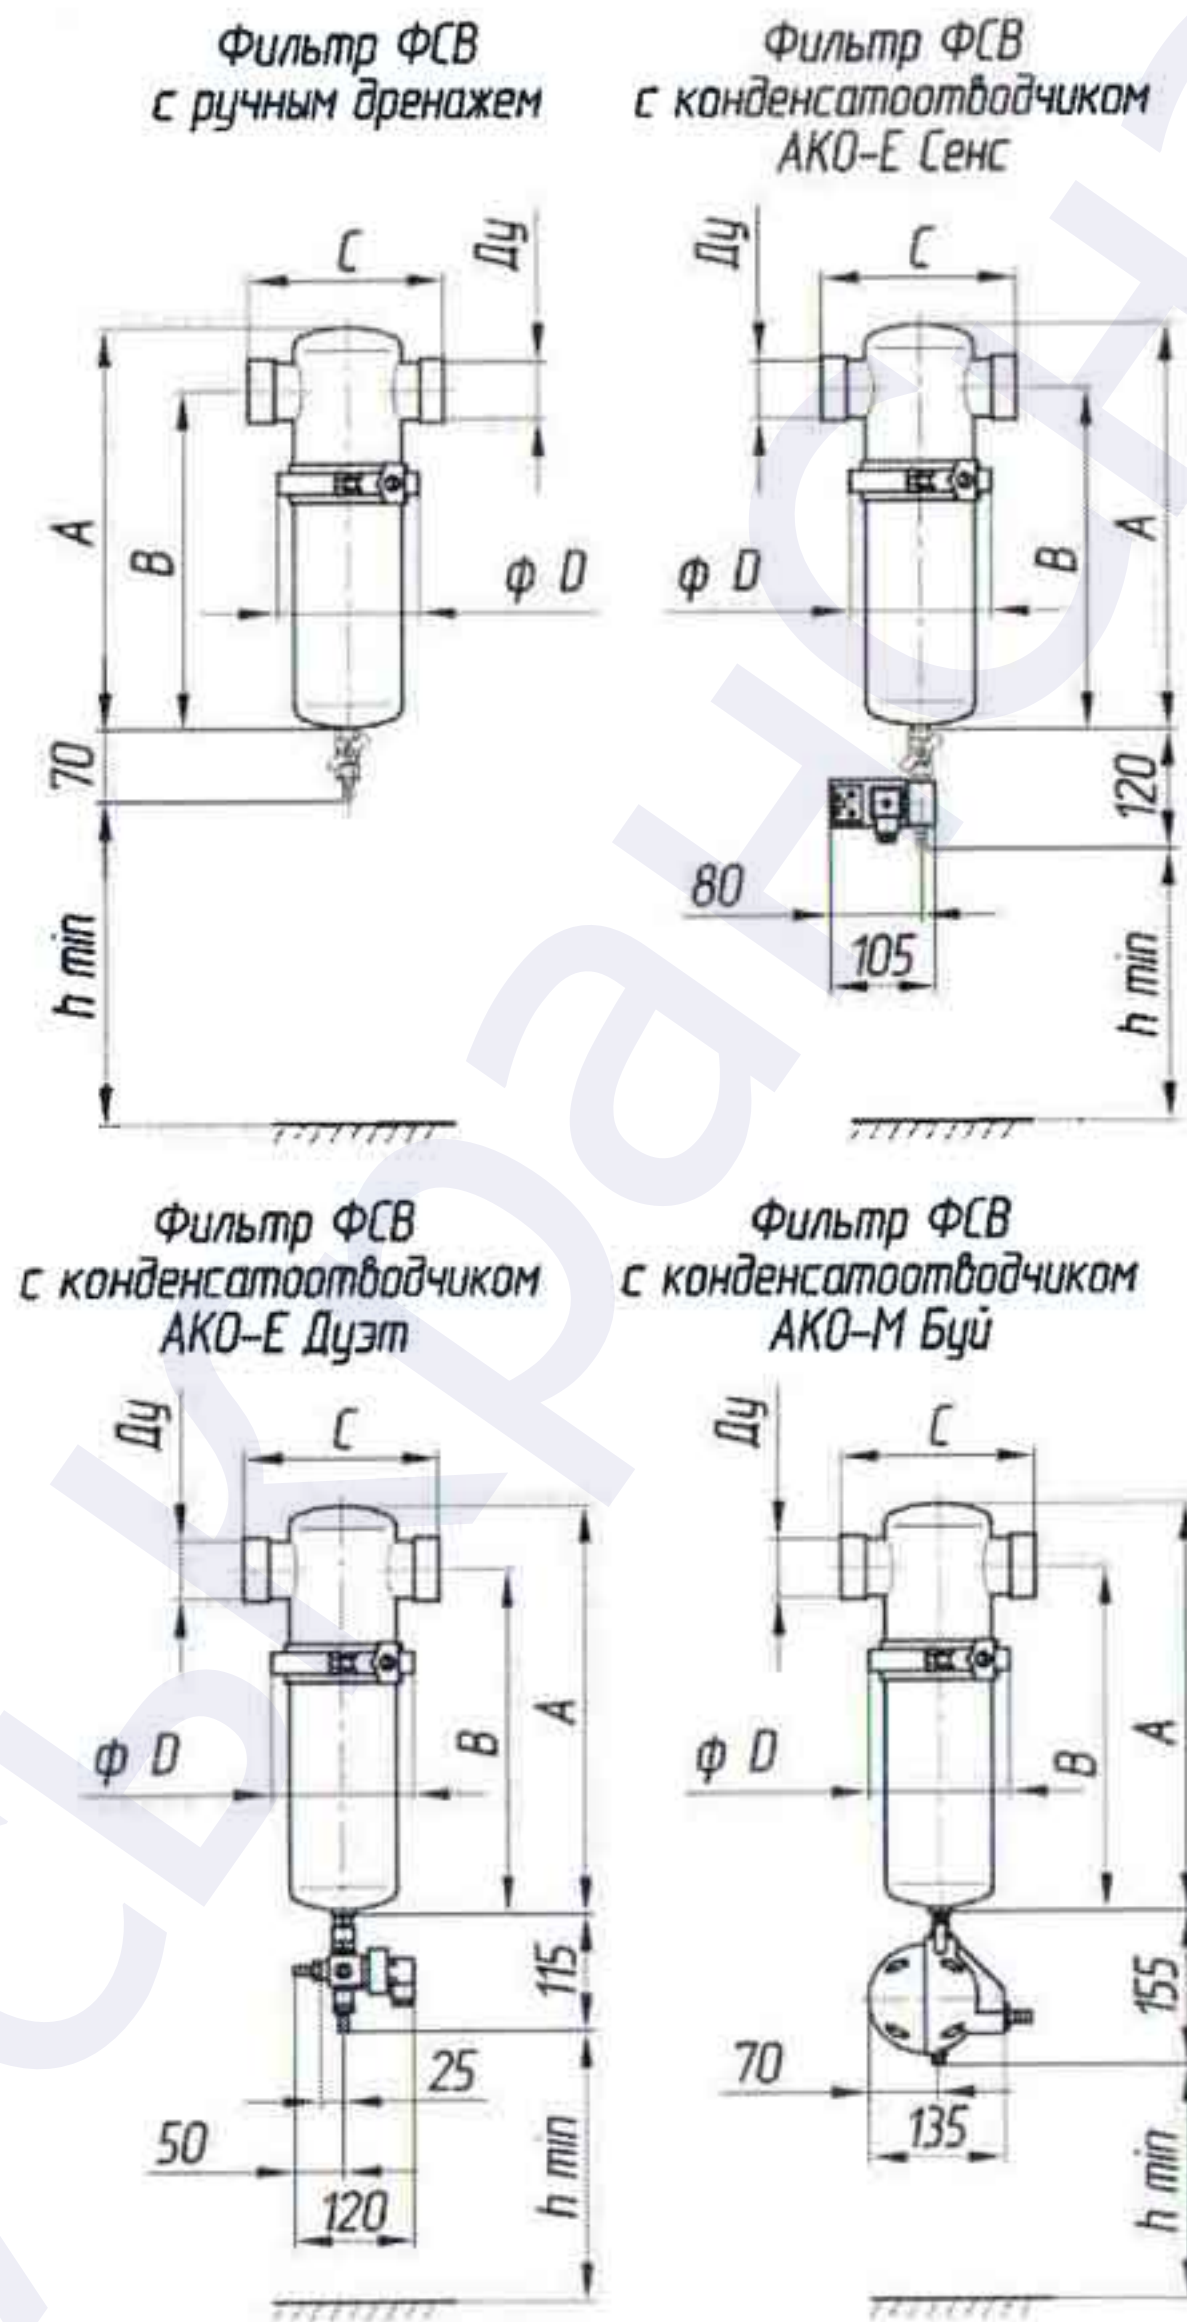

Рис.1 Общий вид фильтра типа ФСВ.
5.2 Внешний вид фильтра типа ФСВ показан на рис. 1.